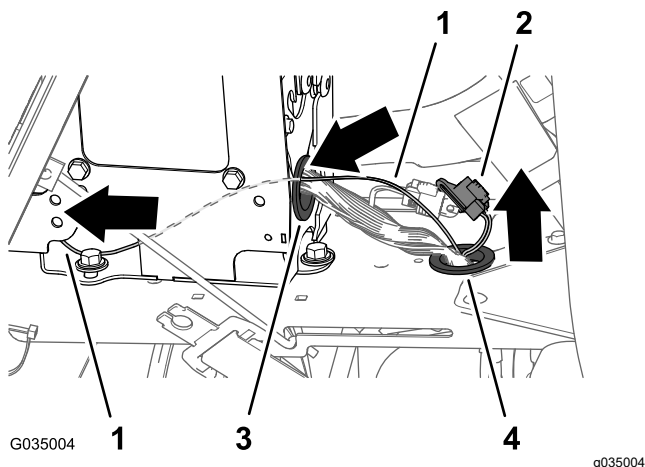

Рисунок 114
4. Проложите ответвление заднего жгута проводов длиной 81 см вдоль переднего жгута проводов и вверх сквозь уплотнительную втулку канала консоли (Рисунок 114).
5. Проложите ответвление заднего жгута проводов длиной 81 см вперед, вдоль переднего жгута проводов и сквозь уплотнительную втулку в задней части центральной консоли (Рисунок 114).